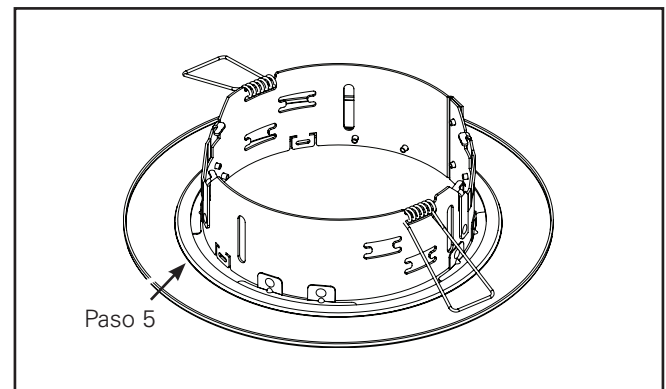

Figura 30
5. Corrobore que el anillo quede de forma plana sobre las cuatro bridas del borde (Figura 30).